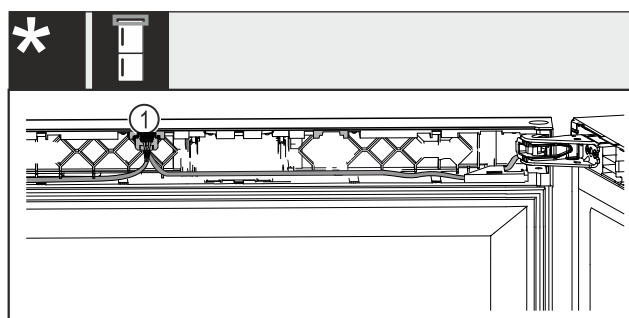

Fig. 63 Chłodziarka do wina z zamrażarką*
- Podłączyć wtyczkę Fig. 63 [1] w prowadnicę.*